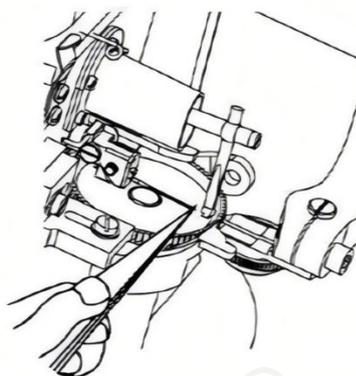

图 9
4.8 换针 (见图 9)
4.8 Changing the Needle (Seeing Fig 9)